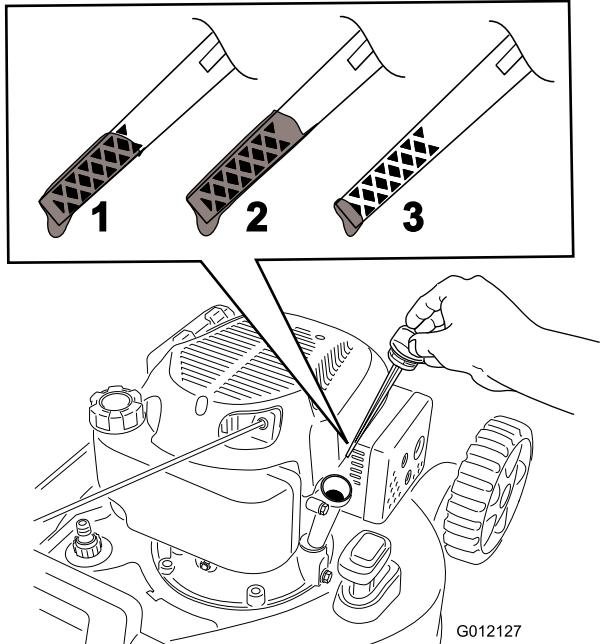

Bild 12
2. Entfernen Sie den Peilstab, indem Sie den Deckel nach links drehen und herausziehen (Bild 12).
5. Lesen Sie den Ölstand am Peilstab ab. (Bild 12)
- Wenn der Ölstand am Peilstab zu niedrig ist (Bild 12), füllen Sie langsam etwas waschaktives Öl (SAE 30 oder SAE 10W-30)
- Wenn der Ölstand am Peilstab zu hoch ist (Bild 12), lassen Sie Öl ab, bis der Ölstand am Peilstab richtig ist, siehe Wechseln des Motoröls \(Seite 16\).